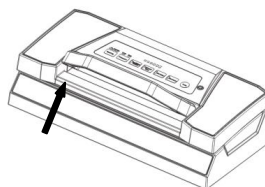

Fig.8
9.Appuyez sur la poignée pour ouvrir le couvercle et sortir le sac de l'appareil. Le sac est alors fait et prêt à être scellé sous vide -**Fig.8**